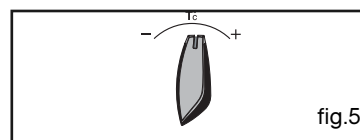

fig.5
Réglez la température à l'aide du sélecteur de réglage + ou - (fig.5).
- 0:00 s'affiche (fig.5).